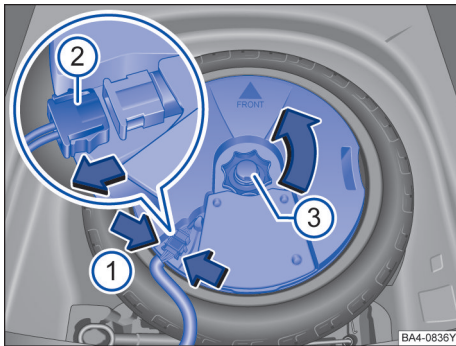

图 210 行李厢内：拆下重低音扬声器
- 用手捏住定位凸缘→图 210（箭头 ①）并压紧到止位，并断开连接插头 ②。
- 拔出连接插头 ②，并将拔出的导线放置一边。
- 将手轮 ③ 沿箭头方向拧出。